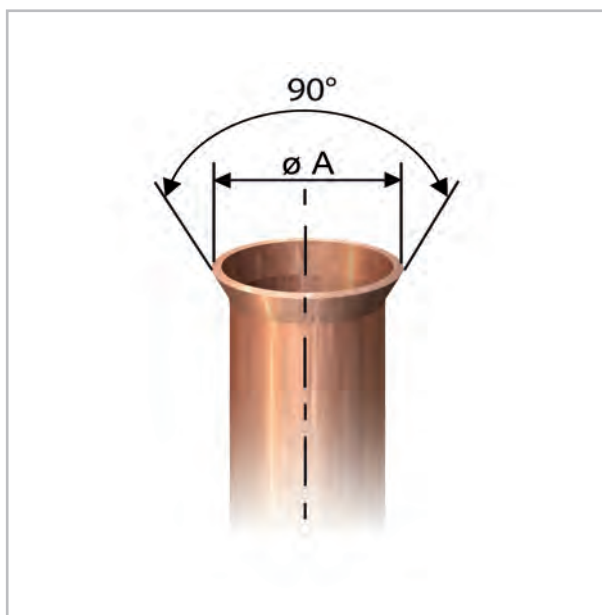

Fig. 29: Bord relevé de forme adéquate
9. ➤ Vérifiez que le bord relevé présente la forme adéquate (Voir la Fig. 29).